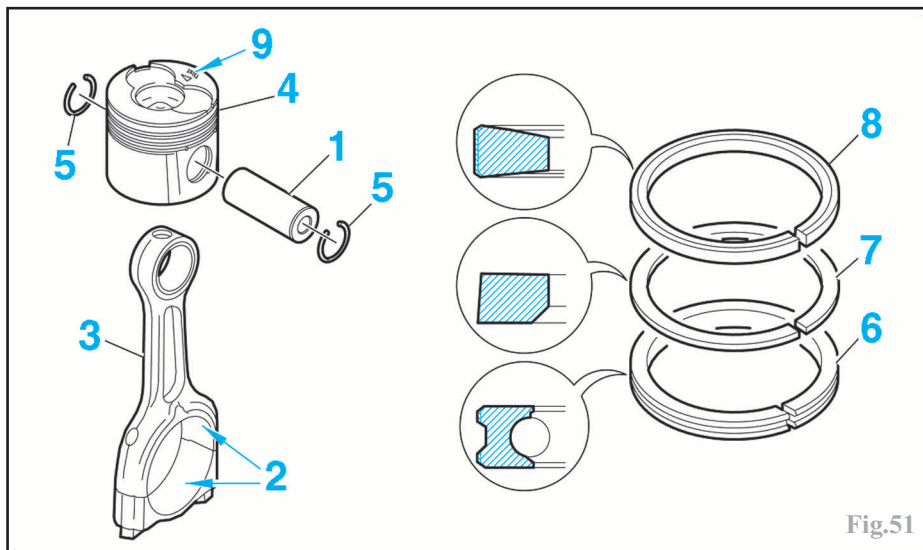

Fig.51
Effectuer l'assemblage de chaque ensemble bielle-piston, en huilant les axes (1) et le demi-coussinet (2) dans la tête de bielle (3). Utiliser des jons d'arrêt neufs (5) (Fig.51).
orienter l'empreinte (4) des soupapes côté pompe haute pression (repère (9) vers la distribution) (Fig.51).